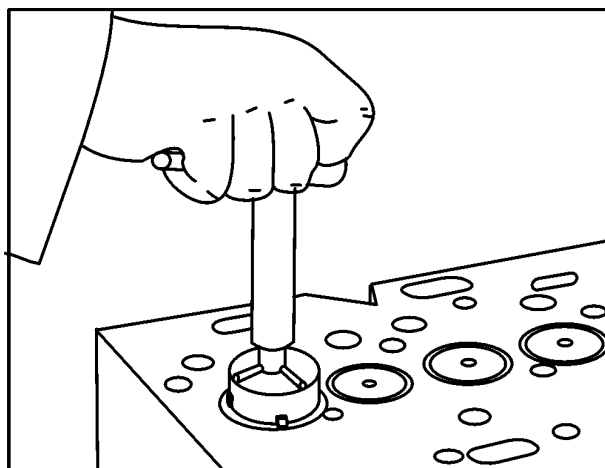

FIG 19
2. Para recondicionar o assento da válvula na sede postiça, utilize a ferramenta número 81 30 003, Fig. 19.